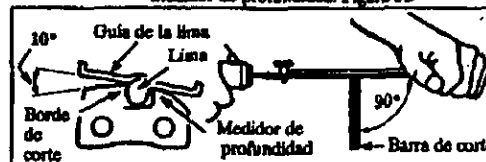

Figura 31
- Coloque la guía de la lima a nivel de manera que repose sobre el borde superior del diente y el medidor de profundidad. Figura 31.